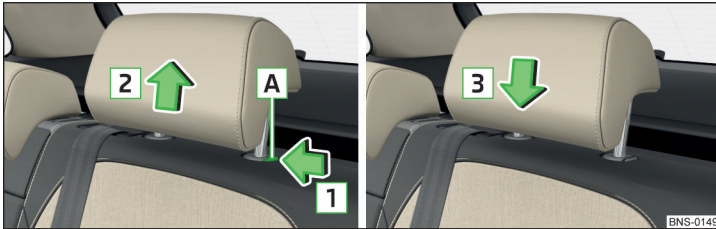

Abb. 99 Kopfstütze der zweiten Sitzreihe herausnehmen/einsetzen
- › Die Sicherungstaste **A** in Pfeilrichtung **1** halten und die Stütze in Pfeilrichtung **2** herausnehmen » Abb. 99.